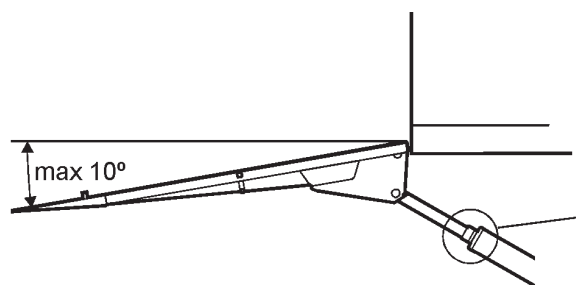

Bild 44. Nedtiltningsvinkel ska justeras till max 10°
4. Tilta ner bryggan till max 10 grader under horisontalplanet, se Bild 44.